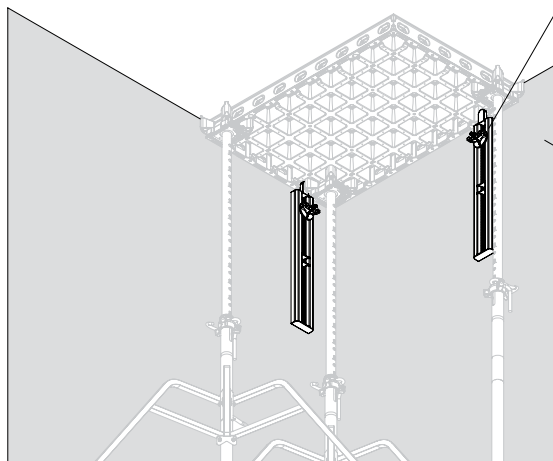

Fig. D1.05
3. Serrare il supporto parete DUO con la piastra con dado (54) DW 15. (Fig. D1.05)